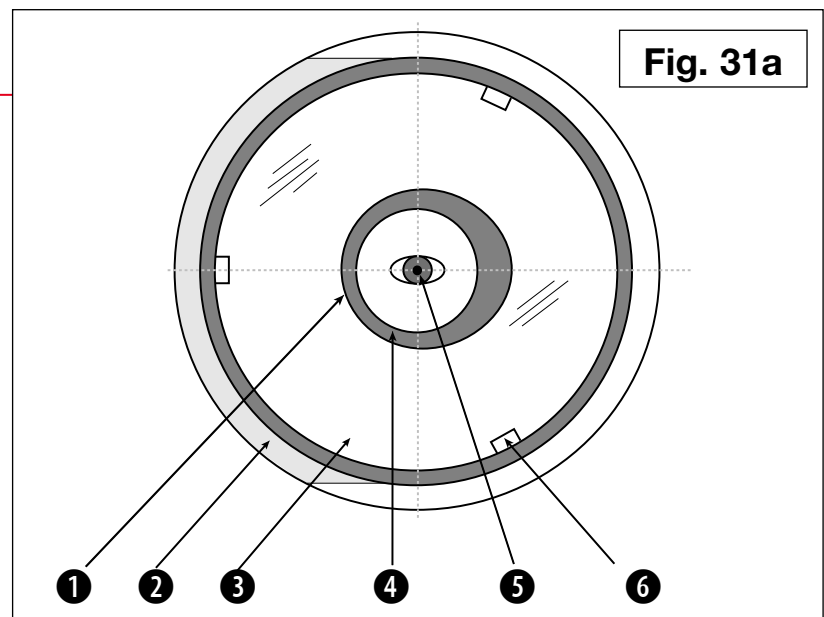

Fig. 31a
La Fig. 31a muestra la vista a través de un telescopio newtoniano correctamente colimado, visto a través de un enfocador sin ocular.
1. Mire a través del enfocador y gire el tubo en las abrazaderas de modo que el espejo primario del telescopio esté a su derecha y el espejo secundario del telescopio esté a su izquierda. El espejo secundario, como ya se ha mostrado (2, Fig. 31a), aparece en el centro. Si el espejo secundario no está en el centro, hay que centrarlo utilizando los 3 tornil-
2. Si el reflejo del espejo primario (3, Fig.31a) no está centrado en la superficie del espejo secundario, céntrelo primero con los 3 tornillos de ajuste y, si es necesario, aflojando el tornillo central situado en la carcasa de plástico del espejo.